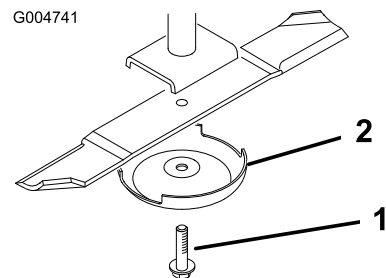

Figura 68
- Retire del eje de la cuchilla el perno de la cuchilla, el protector de césped y la cuchilla (Figura 68).